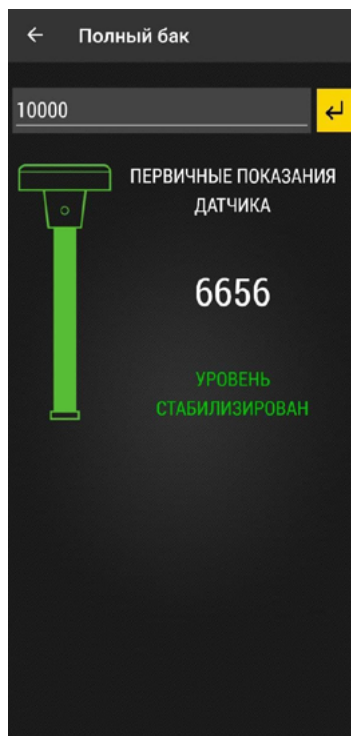

Рис.20. Стабильные показания уровня
- Дождитесь стабилизации уровня – появится сообщение «Уровень стабилизирован», окрашенный в зеленый цвет (**Рис.20**).